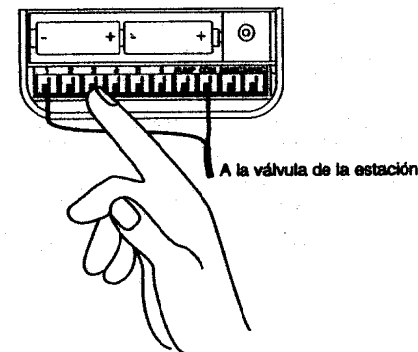

Ilustración 18: Conexión de alambres de válvula
- ◆ Conecte el cable común a la terminal marcada "COM" [Vea la ilustración 18].